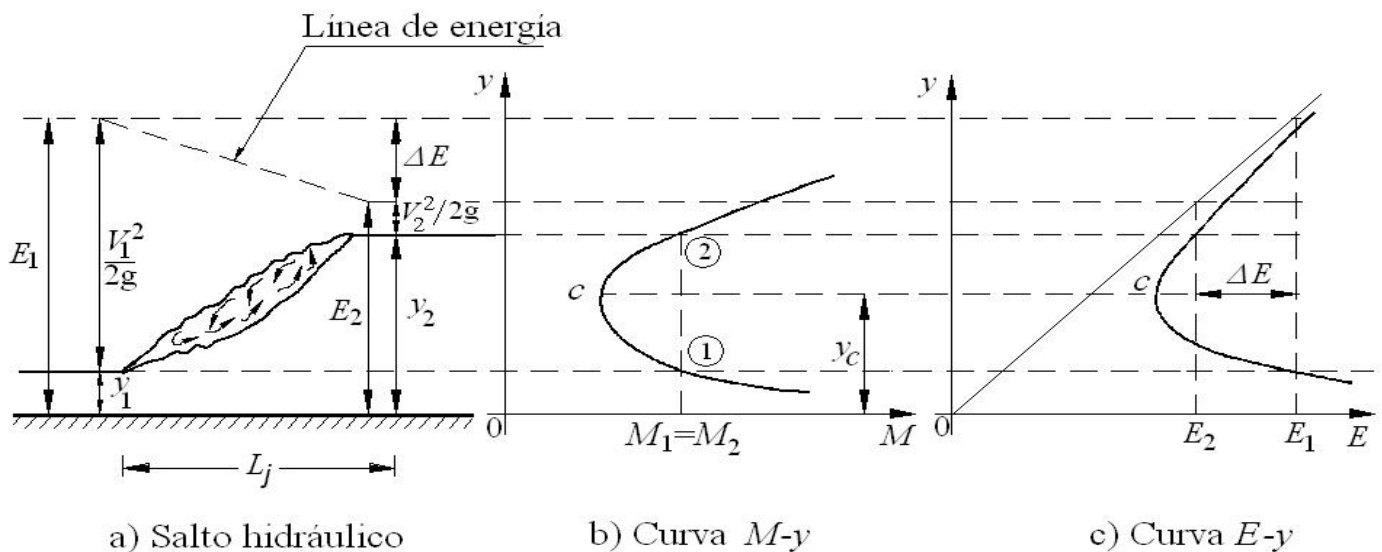

Figura 2. Curvas de *momentum* y energía específica para un salto hidráulico
6. Dibujar en un mismo plano el salto hidráulico, las curvas de energía específica y *momentum*, con el eje horizontal coincidente con el fondo del canal, como se muestra en la figura 2. Acotar en la curva de energía específica, la pérdida de energía ΔE provocada por el salto hidráulico.